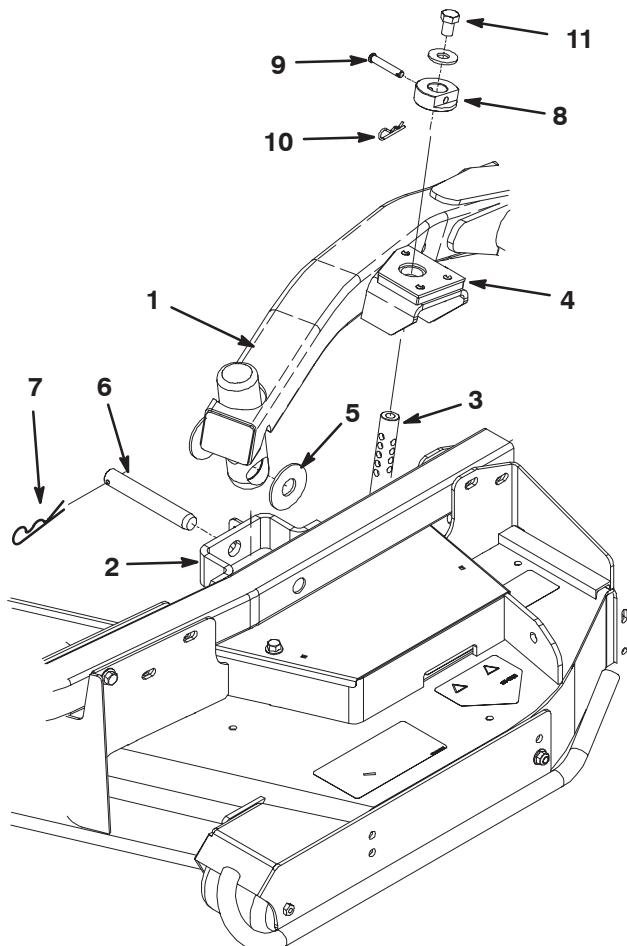

**Bild 17**
27. Setzen Sie die Riemenabdeckung ein und schließen Sie die Riegel (Bild 17).